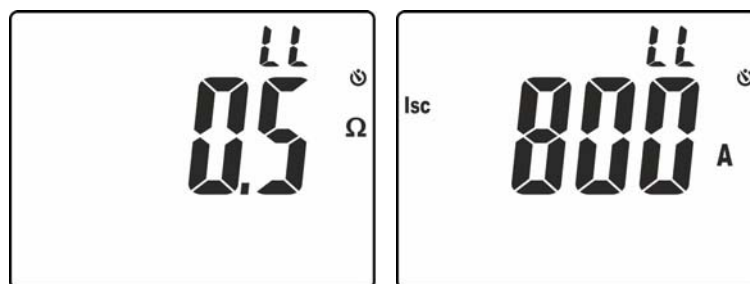

Abb. 28: Ergebnisse der Messung der Schleifenimpedanz L-L
12. In der Bildschirmseite in der Abb. 28 – linke Seite ist der Wert der Schleifenimpedanz L-L angegeben. Drücken Sie die Tasten  $\nabla/\text{⚡}$  oder  $\blacktriangle$  zur Anzeige des Werts des voraussichtlichen Kurzschlussstroms **Isc** (siehe § 9.3).